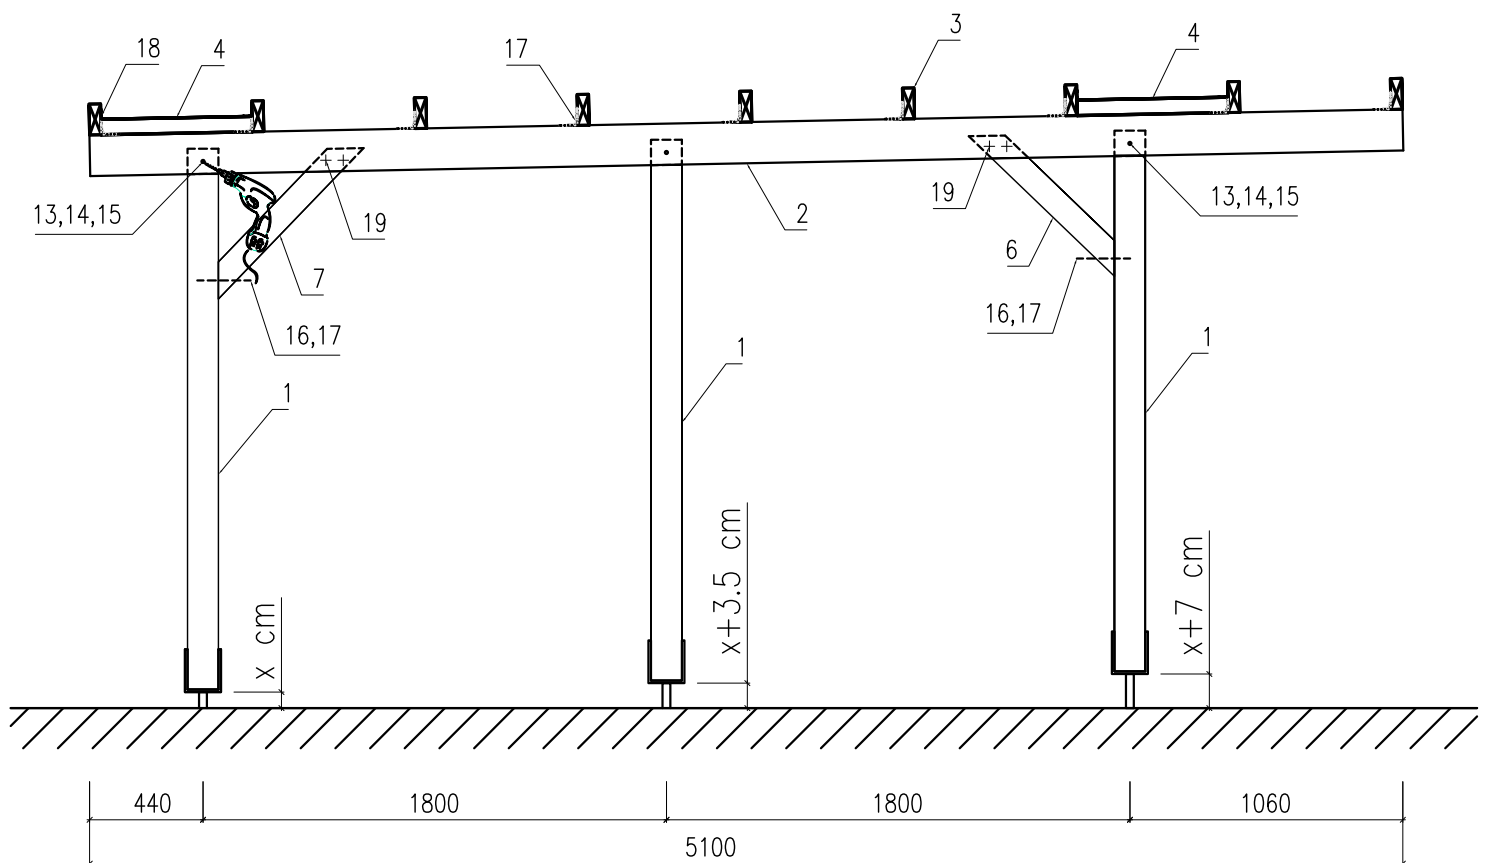

Fig. 2
- a) en mettant les équerres sur les hauteurs différentes (voir figure 2)
Ensuite mettez en place les détails d'appui (Pos. 4). La position de ces détails est bien visible sur les figures 2 et 3. Fixez les détails d'appui à l'aide des équerres (Pos. 20).